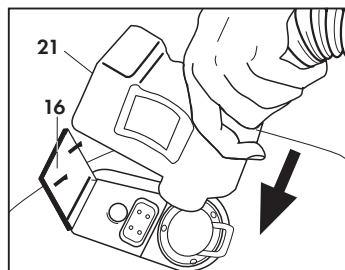
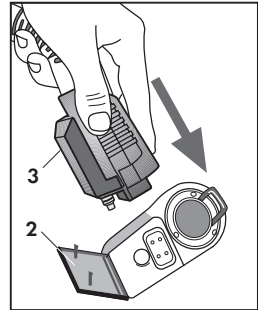

Fig. 10
Fig. 20
Cerrar la tapa de la toma accesorios (16) sobre el cuerpo del enchufe rápido asegurándose de que las dos partes se acoplen. (Fig. 10)
PLANCHA (Fig. 20 - 21 - 22)
Para su uso, insertar la unión (3) de la plancha en la sede de la toma de los accesorios (Fig. 20) en lugar del tubo flexible, como se describe en la pág. 9 (Fig. 10) "Conexión tubo Aspiración/Inyección".